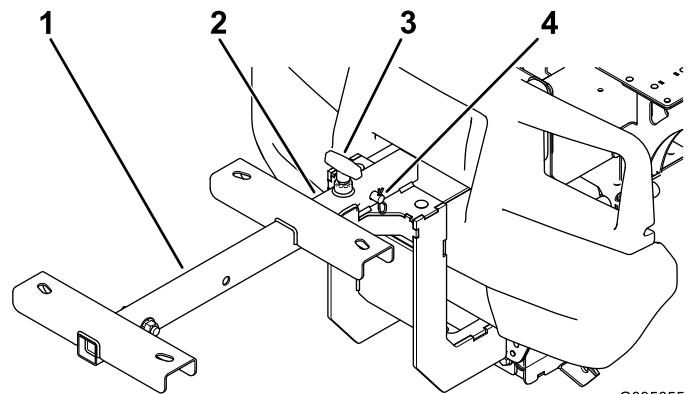

Figura 3
3. Afloje el asa en "T" del enganche delantero (Figura 3).
- Introduzca el tubo de montaje en el enganche delantero y sujételo con el pasador ($\frac{1}{2}$ " x 2") y la chaveta (Figura 3).
- Apriete el asa en "T" del enganche delantero (Figura 3).